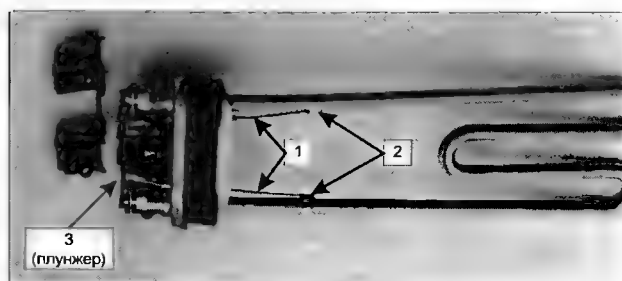

Рис. 8.1. Нагревательный элемент с системой защиты
Итак, на рис. 8.1 показан один из ТЭНов с системой защиты. Крышка корпуса, в которой установлен элемент защиты, для наглядности снята. Работает система защиты следующим образом: при перегреве растекается сплав, находящийся в торцах трубок (1). Внутри трубок находятся подпружиненные медные стержни — концы этих стержней фактически припаяны легкоплавким припоем к торцам трубок. Трубки закреплены хомутами (2) из полосок стали. При перегреве один из стержней выталкивается пружиной и — через керамический плунжер (3) — размыкает контакты питания. В данном ТЭНе система защиты дублирована, чаще встречаются конструкции, в которых только одна ступень защиты. Восстановить работоспособность такой конструкции очень легко: после очистки ТЭНа от накипи корпус защиты разбирают, предварительно расверлив пластмассовые заклепки. В сработав-